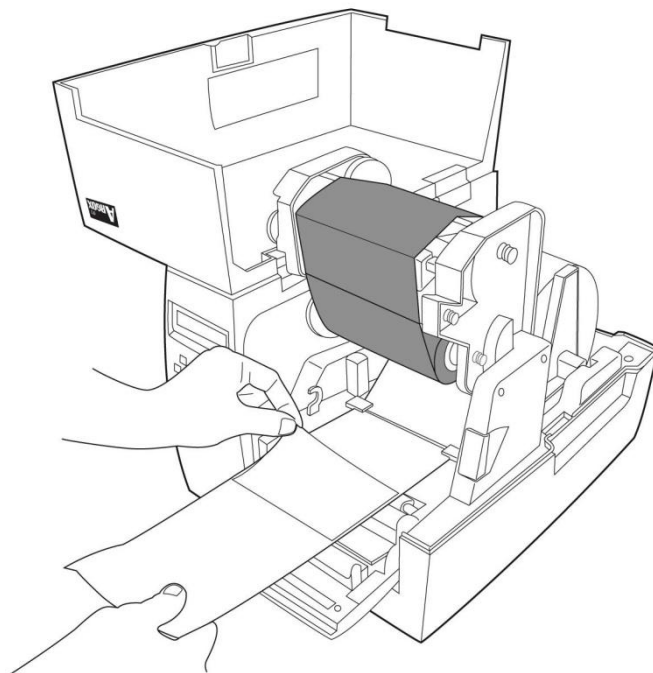

Figura 18
82. Remova aproximadamente 6 pol de comprimento de etiquetas do papel de apoio (Figura 18)